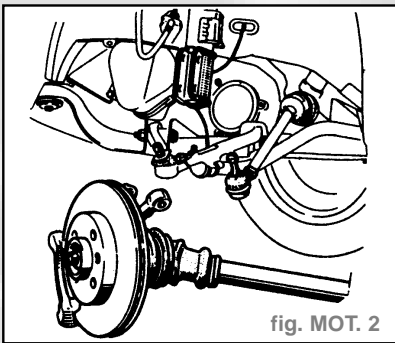

fig. MOT. 2
- l'ensemble moyeu assemblé avec la transmission (fig. MOT. 2).